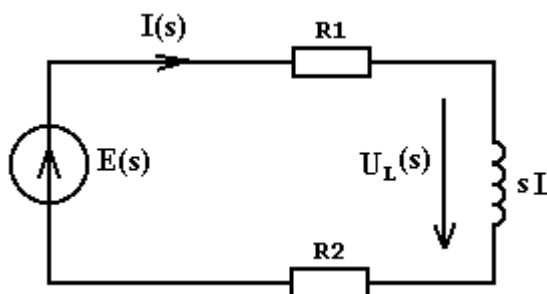

Рисунок 4.60
2. Составляем операторную схему замещения (рисунок 4.60) при условии что ключ "к" замкнут и $i_L(0) = 0$
3. По закону Ома в операторной форме для цепи (рисунок 4.60) находим